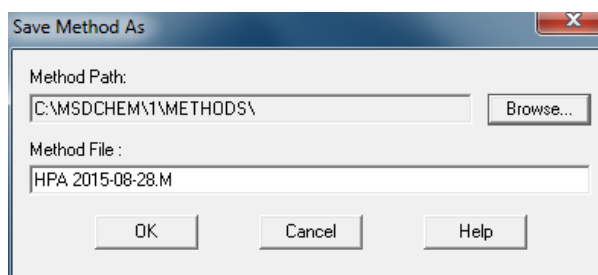

Figura 24. Janela "Save Method As" com exemplo de preenchimento de informações para salvar o arquivo do método.
- 4.1.72** Na tela aparecerá a janela "Save Method As" (Figura 24). No campo "Method File" digite o nome do arquivo do método a ser salvo. O arquivo deve ser nomeado conforme a seguinte estrutura: "XXX aaaa-mm-dd.M", onde "XXX" é o código de três letras maiúsculas que identifica o grupo de analitos (ex.: ALI, HPA, PCB, POC) e "aaaa-mm-dd" é a data (em ordem reversa) na qual o método está sendo salvo (ex.: 2015-08-28). Por fim, clique no botão "OK" para salvar o método.